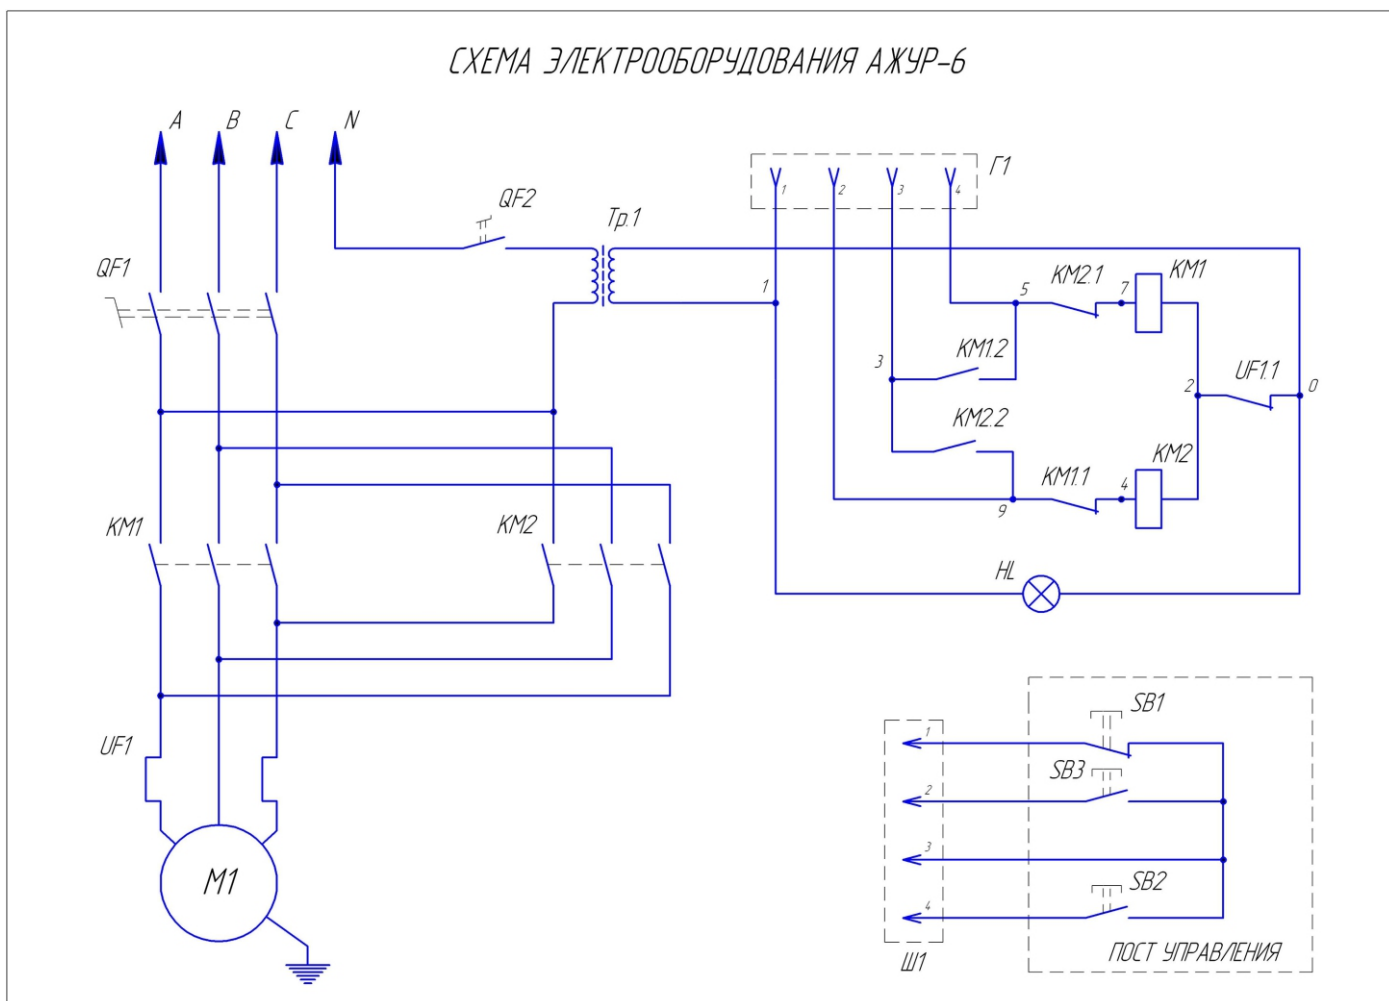

Рис.2
4.4. Схема электрооборудования изделия показана на рис. 2